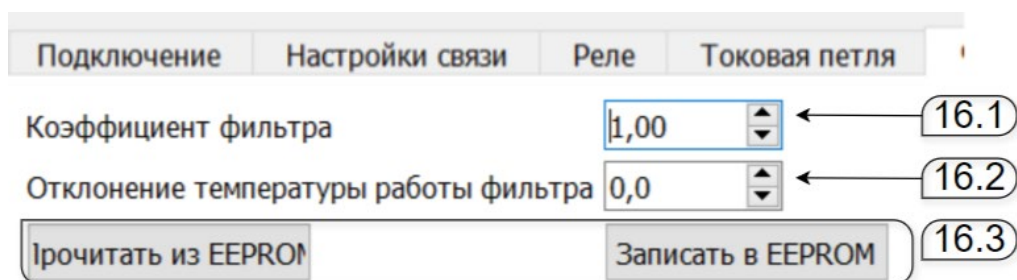

Рисунок 16 Вкладка «Фильтр» - программы Кельвин Сمارт R-Pi: 16.1-16.2 – параметры работы фильтра пирометра; 16.3 прочтение/запись EEPROM
8.5.1 Изменяемые параметры фильтра (см. Рисунок 16 : пп. 16.1-16.2)
8.5.2 Запись в устройство (см. Рисунок 16 : пп. 16.3)